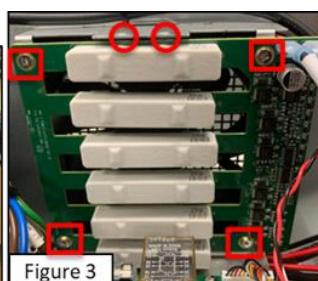

Figure 3
- 鬆開 power eater 位於電控箱前的螺絲(見 Figure 3)。